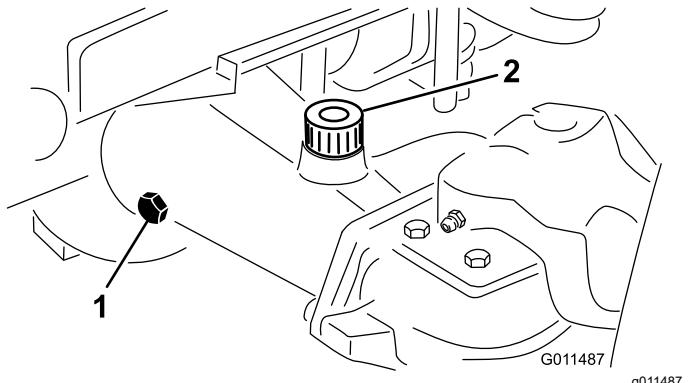

Figure 107
- Enlevez un bouchon de contrôle à une extrémité du pont et vérifiez que le lubrifiant atteint la base de l'orifice (Figure 107).